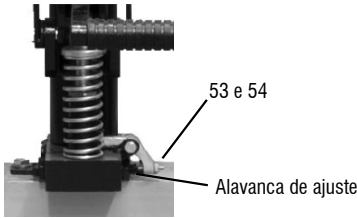

Fig. 8 – Ajuste da alavanca
A EMPILHADEIRA MANUAL VONDER já vem totalmente ajustada e testada de fábrica. Em caso de necessidade de ajuste da alavanca para elevar ou baixar a carga, utilize o parafuso (54), conforme fig. 8, e depois de concluído o ajuste, trave o parafuso (54) apertando a porca (53).